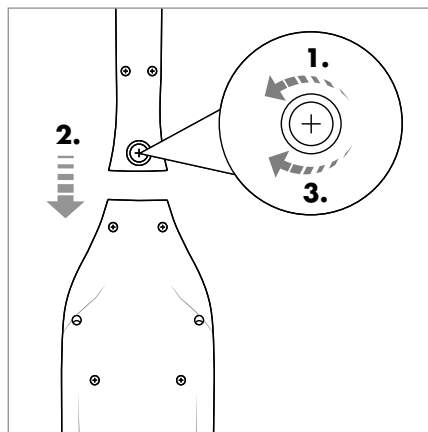

Fig. 2
- 1) Desserrez la vis **13** à l'arrière sur le manche **12** avec un tournevis cruciforme dans le sens antihoraire. Sortez la vis **13** de l'ouverture de vis sur le manche **12**. (fig. 2)
- 2) Insérez le manche **12** sur le support du manche sur l'appareil. Glissez le manche **12** entièrement sur le support du manche, jusqu'à ce qu'il soit bien fixé sur l'appareil (fig. 2).
- 3) Repositionnez la vis **13** dans l'ouverture de vis à l'arrière du manche **12**. Serrez la vis **13** dans le sens horaire avec un tournevis cruciforme (fig. 2).